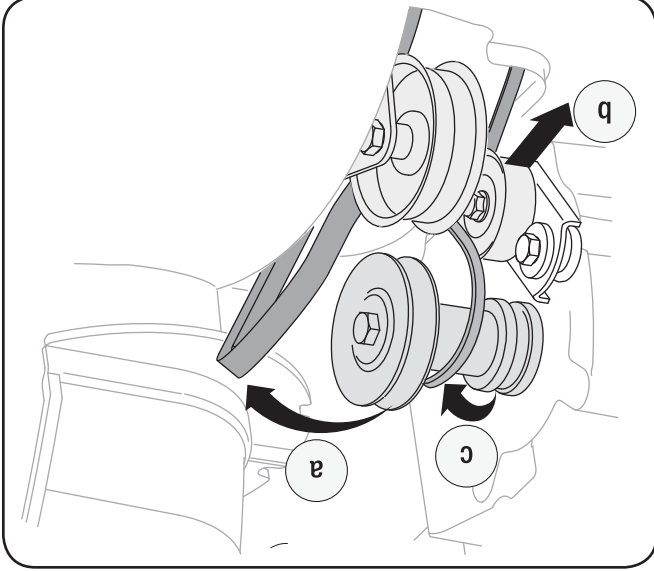

Fig. 7-7
3. Dégagez la courroie comme suit. Voir la Fig. 7-7: